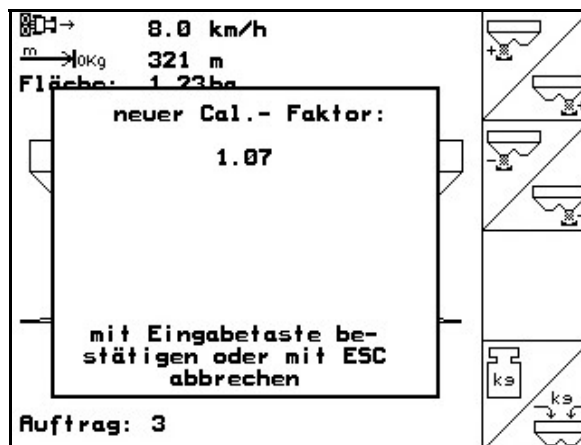

Bild 58
- I arbetsmenyn visas den utlagda gödselmängden (Bild 58/1).
8. Den nya kalibreringsfaktorn visas och bekräftas med eller förkastas med (Bild 58).